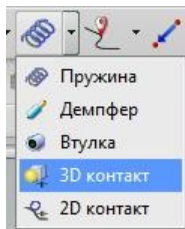

рис.24
- Математическая модель упора вызывается по команде **3D контакт** (рис.24). Нужно отметить, что это довольно проблемная модель в решателе *RecurDyn*, поэтому будьте готовы к некоторым сюрпризам в её применении. В частности, упоры применяются при моделировании кратковременных столкновений тел (например, столкновения бильярдных шаров), и при моделировании непреодолимых препятствий. Чаще всего неприятные сюрпризы возникают при моделировании последних.